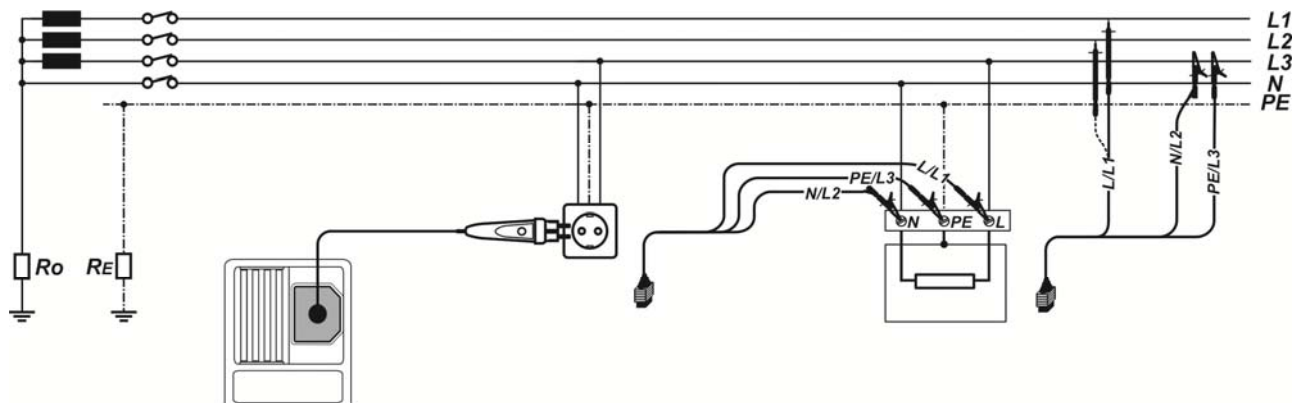

Рисунок 5.21: Измерение полного сопротивления линии фаза-нейтраль или фаза-фаза – подключение штепсельного щупа «plug commander» и 3-проводного тестового кабеля
- ❑ **Подключите** измерительные щупы к тестируемому устройству (см. Рисунок 5.21: Измерение полного сопротивления линии фаза-нейтраль или фаза-фаза – подключение штепсельного щупа «plug commander» и 3-проводного тестового кабеля).